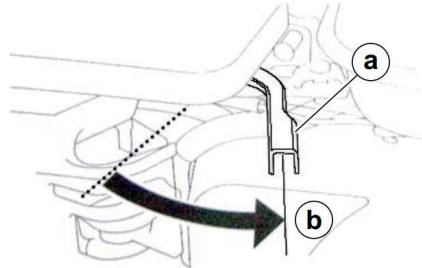

рис. 11.
4. Переведите рычаг управления дроссельной заслонкой в положение медленный ход (Рис. 11).
2. Переведите двигатель в режим холостого хода, для этого переведите рычаг газа в положение холостых оборотов двигателя (Рис. 11).